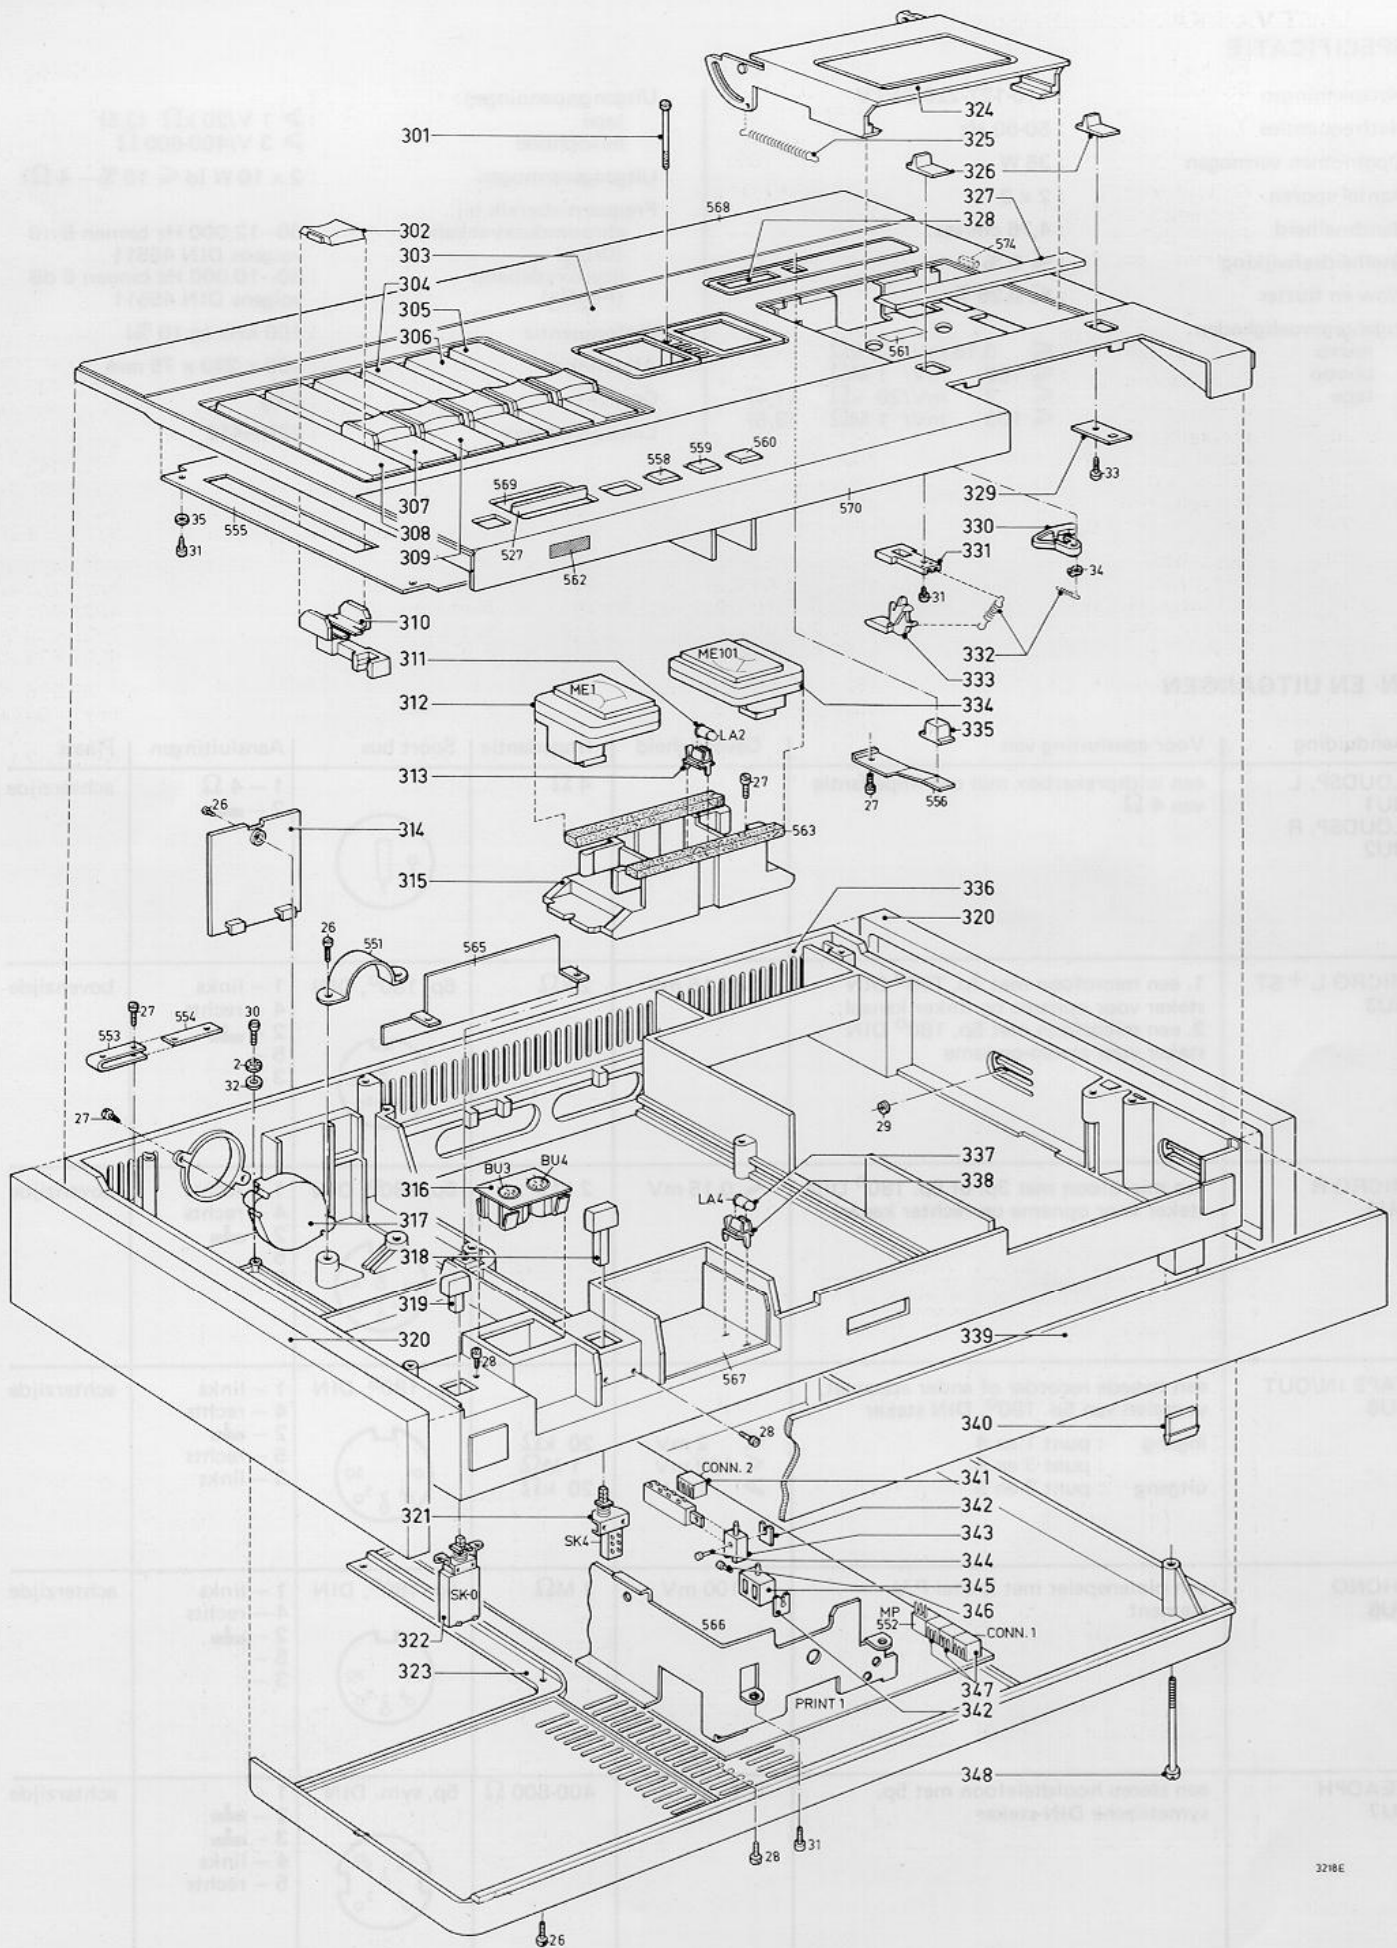

Fig. 1
I. UITKASTEN VAN HET APPARAAT (Fig. 1)
Het inkasten van het apparaat (Fig. 1 en 2)
A. Onderdelen, waarbij het apparaat niet uitgekast hoeft te worden (Fig. 1)
B. Onderdelen, waarbij het apparaat uitgekast dient te worden (Fig. 1)
B. Stekerbusplaat 316, BU3 en BU4 (Fig. 1)
2. de zekering Z401 in het midden van het zekeringkastje zit. (Dit is zichtbaar na verwijdering van plaatje 314, zie fig. 1.)
E. Hoofdprint 1 (Fig. 1)